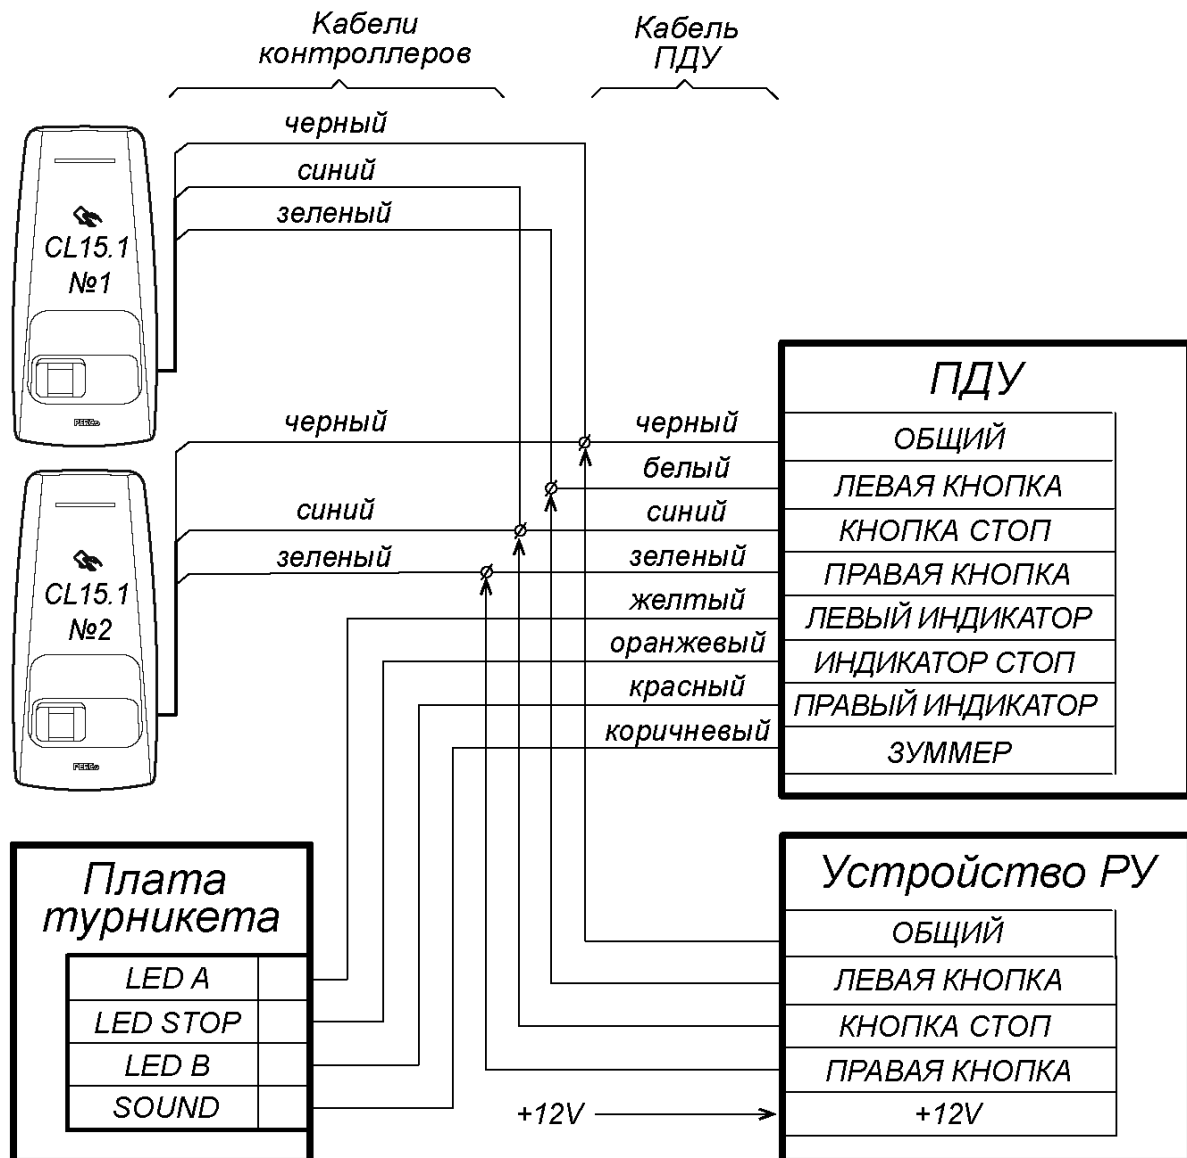

Рисунок 9. Схема подключения ПДУ и устройства РУ
2. ПДУ (или устройство РУ) подключается согласно схеме, представленной на рис. 9.
При совместной работе двух контроллеров обеспечивается возможность подключения ПДУ для управления турникетом или калиткой. Для подключения ПДУ используются по 2 входа на каждом контроллере: *DU* и *In* (подключение осуществляется согласно схеме на рис. 9, при этом входы *In* обоих контроллеров д.б. сконфигурированы в *Web*-интерфейсе контроллера как *Кнопка ПДУ, направление 3*). Управление индикацией ПДУ (*Индикаторы Левый/Стоп/Правый и Зуммер*) возможно только для ИУ производства PERCo, при этом подключение осуществляется к соответствующим выходам платы CLB – см. схемы подключения ПДУ для соответствующих ИУ.